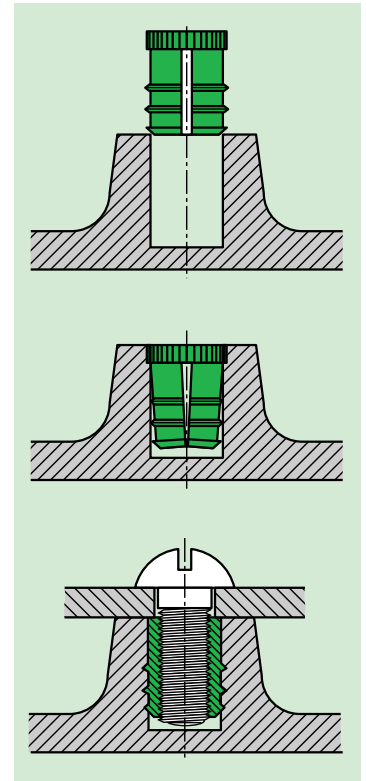

Bild 19
1. Der BancLok® wird in das Aufnahme Loch eingedrückt. Dabei biegen sich die beiden Segmente nach innen (Bild 19).
2. Beim Eindrehen der Schraube erhalten die Segmente wieder ihre ursprüngliche Form. Das Außenprofil verankert sich dabei in der Lochwandung. Die Restspannung wirkt als Schraubensicherung (Bild 19).